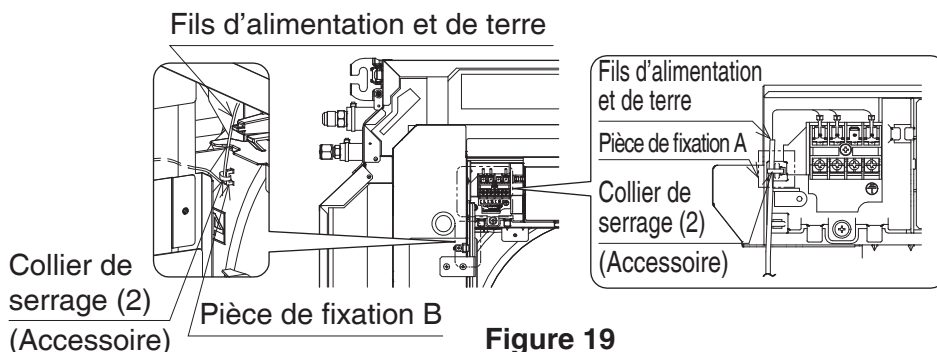

Figure 19
- * Assurez-vous que le faisceau de câbles n'est pas coincé entre le panneau d'habillage et le couvercle d'angle avec affichage de fonctionnement (5).
4. Regroupez les fils d'alimentation (noir et blanc) et le fil de terre (vert ou jaune) et fixez-les à la pièce de fixation A à l'intérieur du contrôleur de l'unité intérieure et à la pièce de fixation B sur l'embouchure à l'aide de pinces (2). (Reportez-vous à la **Figure 19**.) Toutefois, si vous utilisez un faisceau vendu séparément, fixez-les ensemble à la pièce de fixation B.